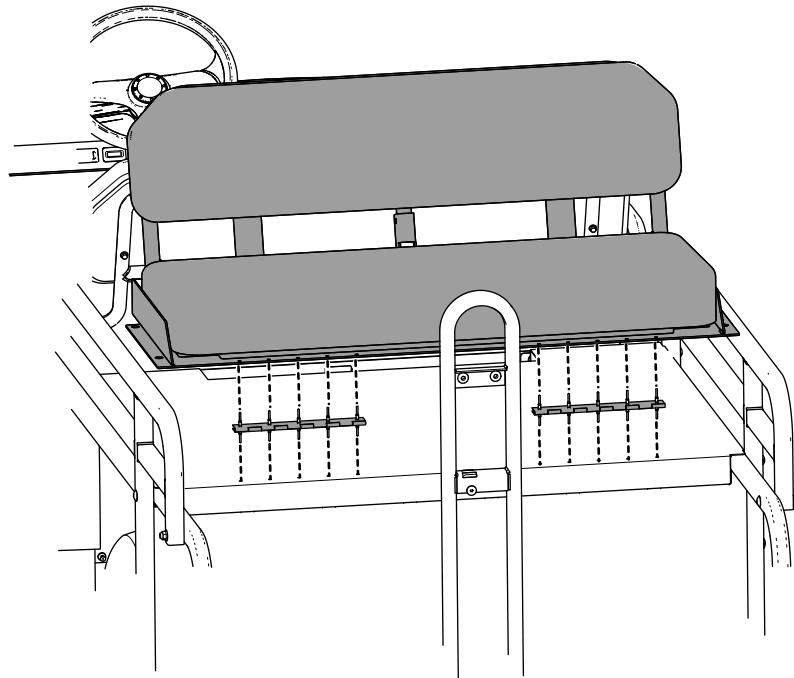

図 11
10. 平床荷台にシートアセンブリを取り付ける荷台の穴に蝶番の穴を合わせて、シートアセンブリを平床荷台にリベットで固定する図11。